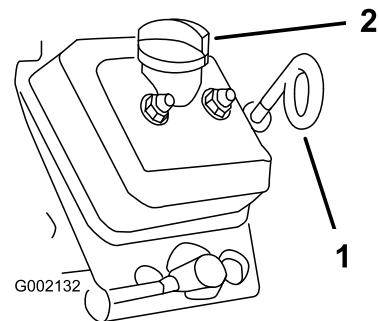

Figure 40
8. Nettoyez la surface autour de la jauge d'huile, du bouchon de remplissage et du goulot de remplissage, puis sortez la jauge d'huile (Figure 40).
9. Enlevez le bouchon de remplissage et versez l'huile spécifiée dans le goulot de remplissage jusqu'à ce que le niveau atteigne le repère maximum sur la jauge (Figure 40).
10. Insérez la jauge au fond du tube de jauge, ressortez-la et contrôlez le niveau d'huile (Figure 40).
11. Insérez la jauge dans le tube et remettez le bouchon de remplissage sur le goulot de remplissage jusqu'à ce que la jauge et le bouchon soient bien en place (Figure 40).